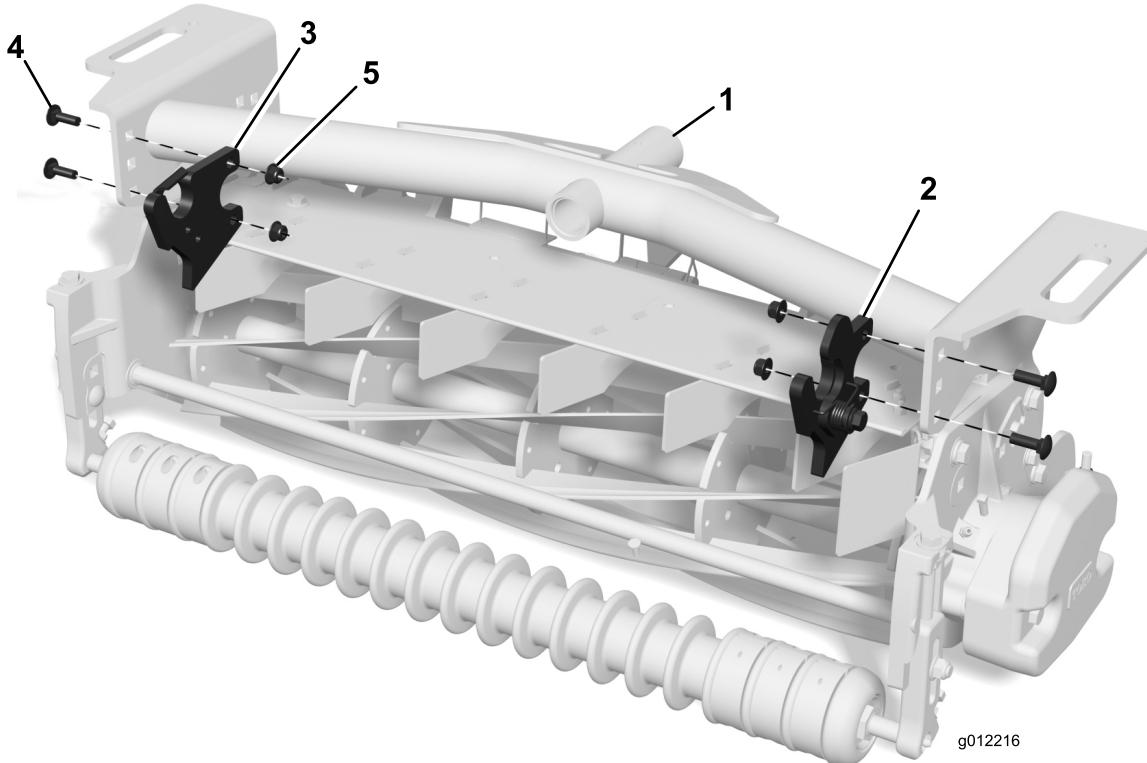

図 4
3. 各キャリアフレームの右側の内側に、ガイドアセンブリを取り付けるキャリッジボルト5/16 x 1インチ2本とフランジナット5/16インチを使用する図 4。
- 各キヤリアフレームの左側の内側に、ブラケットアセンブリを取り付けるキヤリッジボルト $5/16 \times 1$ インチ 2本とフランジナット $5/16$ インチを使用する図 4。